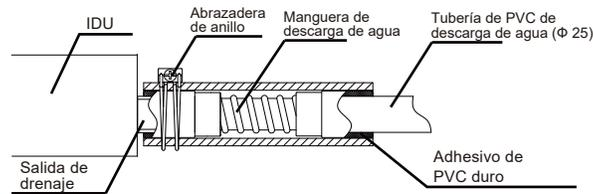

Figura 15
3. Utilice la carcasa de aislamiento para tuberías de descarga de agua (accesorio) para agrupar las tuberías de succión y descarga de agua de la unidad interior (especialmente la parte interior), y utilice el precinto para la tubería de descarga de agua (accesorio) para unir las tuberías firmemente para asegurarse de que el aire no entre y se condense. Vea la Figura 15.